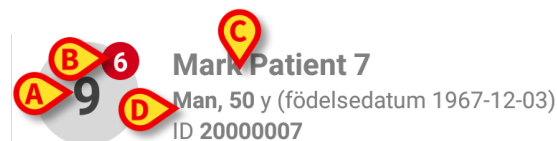

Fig 90
Varje bädd motsvaras av en ruta (Fig 90).
- bäddnummer (Fig 90 **A**),
- antalet meddelanden som inte har lyssnats av (i förekommande fall) (Fig 90 **B**),
- namnet på patienten på den bädden (Fig 90 **C**),
- patientdata (om tillgängliga: kön, ålder, födelsedatum, patient-ID – Fig 90 **D**).